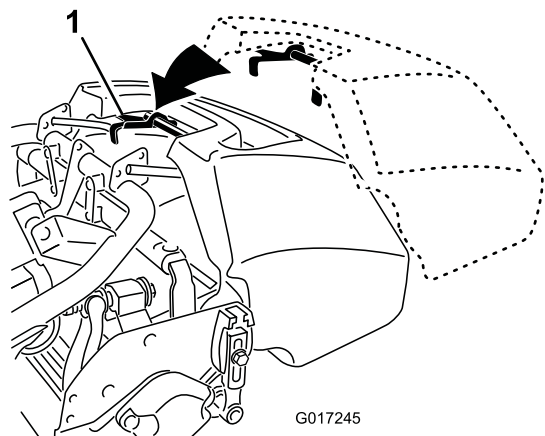

図 21
1. バスケットのハンドルをつかむ 図 21。
2. バスケットのリップ部をカッティングユニットの左右のサイドプレートに中央部に合わせて前ローラの上にセットする 図 21。
3. フレームループの上からバスケットを取り付ける 図 21。